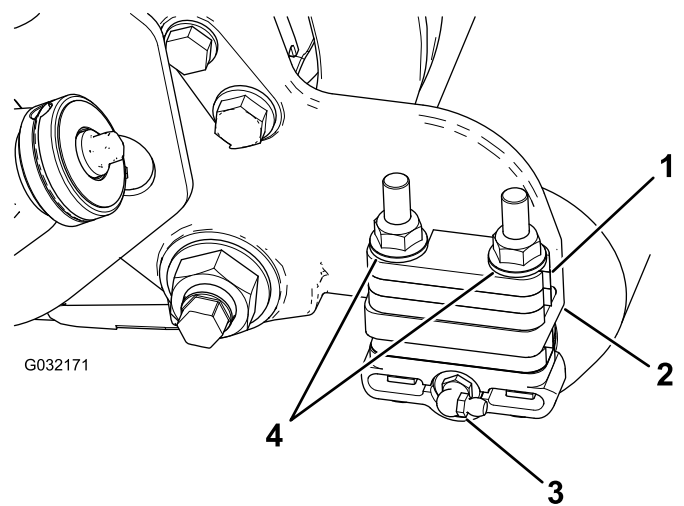

图 6
3. 拆下将每个滚筒支架固定到每个侧板的 2 个凸缘锁紧螺母以及位于侧板安装法兰顶部的所有 6mm 隔片图 6。